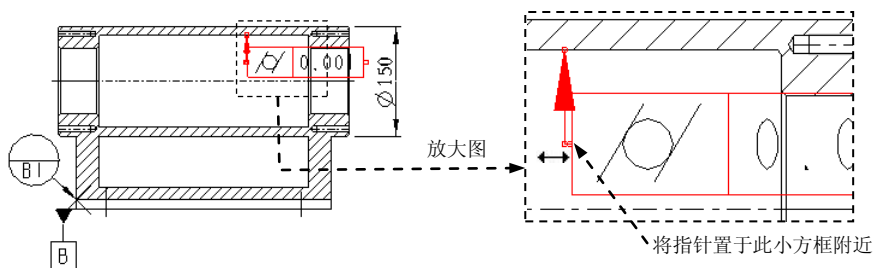

图 5.8.50 移动几何公差符号
Step2. 将几何公差符号移动到合适的位置。选取 Step1 中所创建的几何公差符号，将鼠标指针移至图 5.8.50 所示的小方框附近，待其以双箭头的形式显示时，按住鼠标的左键，将其向左拖动到图 5.8.51 所示的位置。